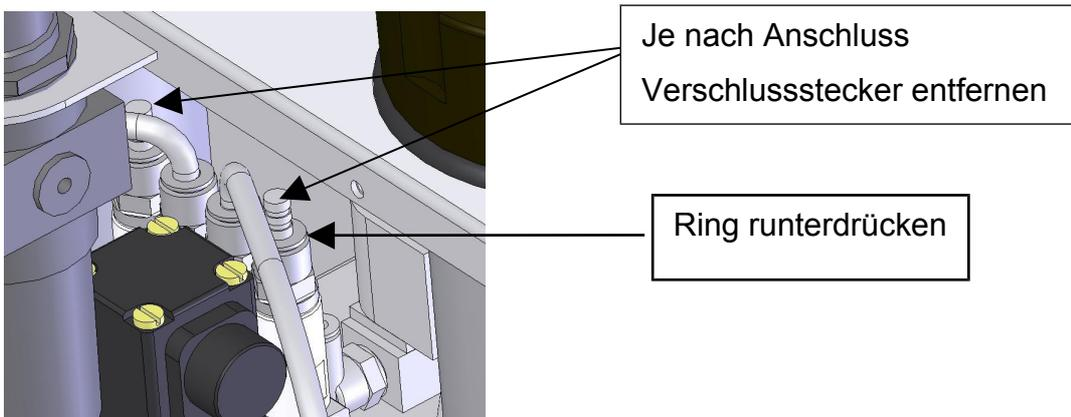

Bild 7
- Rückseitig entfernen Sie den Verschlussstecker bei der Luftströmungseinheit, in dem Sie dort auch den Ring der Steckverschraubung herunterdrücken und gleichzeitig am Verschlussstecker ziehen. Tipp: Versuchen den Ring mit Hilfe eines Schlitz-Schraubendrehers runterzudrücken. **Bild 7**